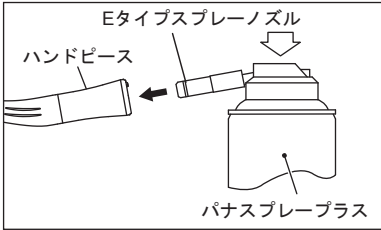

図18
- E タイプスプレーノズルをハンドピース後部へ挿し込み、2～3秒間のスプレーを2～3回繰り返し、ハンドピース先端から出るオイルに血液等の異物がまざらなくなるまで内部の洗浄注油を行います。（図18）